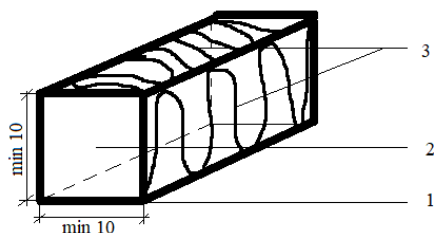

Рис.4 Пример нанесения герметика на заготовку из плиты.
Из плиты допускается нарезать заготовки разных размеров, но минимальная длина и ширина у заготовки должна быть не менее 10 мм (рис. 4). Заготовки для монтажа их в герметизируемый проем, нарезаются таким образом, чтобы максимально его заполнить. Монтаж заготовок в проем частями не влияет на предел огнестойкости герметизируемого проема;
6. максимально заполняем герметизируемый проем заготовками из плиты с нанесенным на них герметиком. Герметик наносится на все стороны заготовки (сплошной «змейкой»), кроме окрашенной, чтобы соприкасаемые стороны заготовок склеились между собой (рис. 4). Окрашенная поверхность плиты должна оказаться с видимой стороны стены и не выходить за ее наружную плоскость;
9. При устройстве УП в п/п преградах толщиной более 100 мм (рис. 6) образовавшаяся пустота заполняется заготовками из плиты (при заполнении пустоты расположение окрашенной стороны заготовок не имеет значения) с заполнением образовавшихся в них пустот, швов, трещин и стыков герметиком. Герметик наносится на все стороны заготовок (сплошной «змейкой» рис.4), кроме окрашенной (для заготовок монтируемых в наружных слоях УП), чтобы соприкасаемые стороны заготовок склеились между собой;